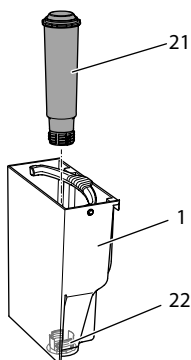

Bild 15: Skruva fast eller lossa vattenfiltret
- Ta ut vattenfiltret (se Bild 15 på sidan 200).
- Sätt in ett nytt filter i vattenbehållaren (se Bild 15).
3. Ta ut vattenfiltret (se Bild 15).